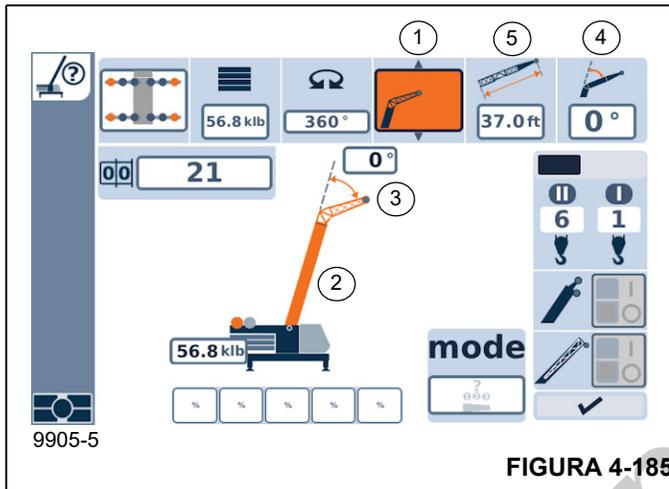

FIGURA 4-185
- Use los botones (2) o (3) para seleccionar la combinación requerida de contrapesos; por ejemplo, 0.0 Klb.
- Seleccione y confirme el símbolo (1, Figura 4-185).
- Use el símbolo (1, Figura 4-185) para seleccionar el sistema de pluma instalado.